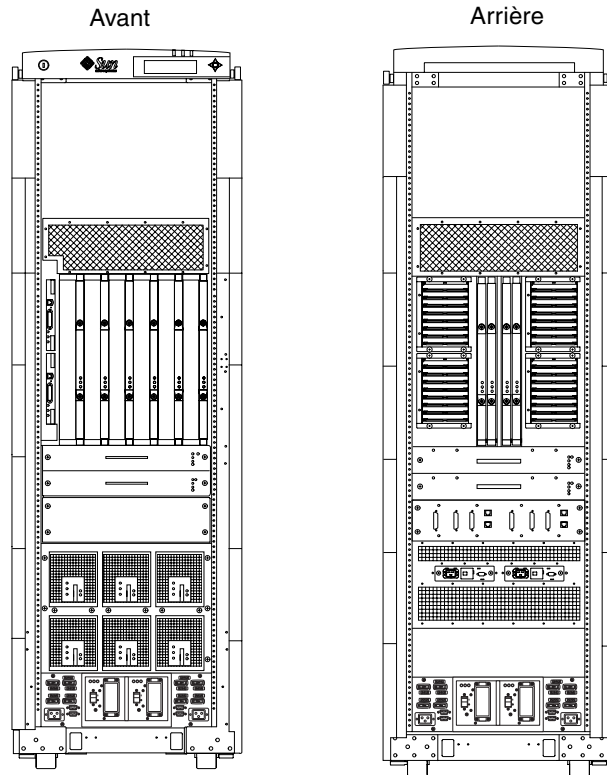

FIGURE 2-1 Système Sun Fire E6900
- FIGURE 2-1 Système Sun Fire E6900 2-2